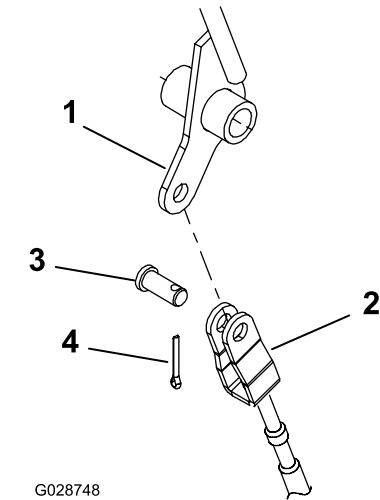

図9
2. PTOケーブルのクレビスをPTOレバーの穴に入れ、クレビスピンとコッターピンで固定する 図9。